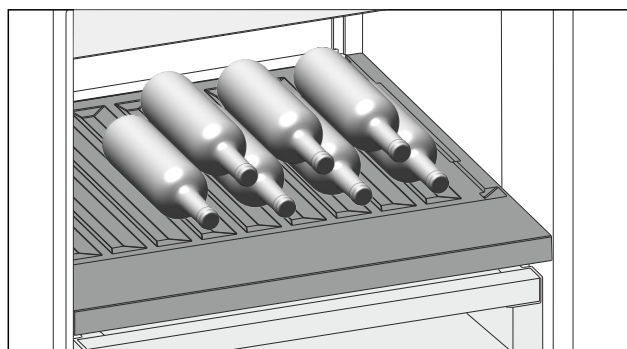

Fig. 123 Ilustrační zobrazení
- Láhve ukládejte dnem dozadu k zadní stěně. (viz Fig. 123)